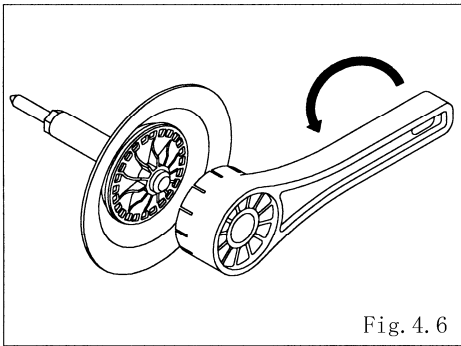

Fig. 4.6
- ・スパナ (21 mm) を使用してセンターディスクを外し、センターロッドからダイヤフラム、センターディスク、O リング (AD-10P□、PT) を取り外す。(AD-10P□) [Fig.4.6]
- ・付属工具 (専用工具: 部品番号 771244) を使用してセンターディスクを外し、センターロッドからダイヤフラム、センターディスク、O リング (□T) を取り外す。(AD-25P□、VT) [Fig.4.6]
- ・PP レンチ (専用工具: 部品番号 771868) を使用してセンターディスクを外し、センターロッドからダイヤフラム、センターディスク、O リング (□T) を取り外す。(AD-40P□、AD-50P□) [Fig.4.6]